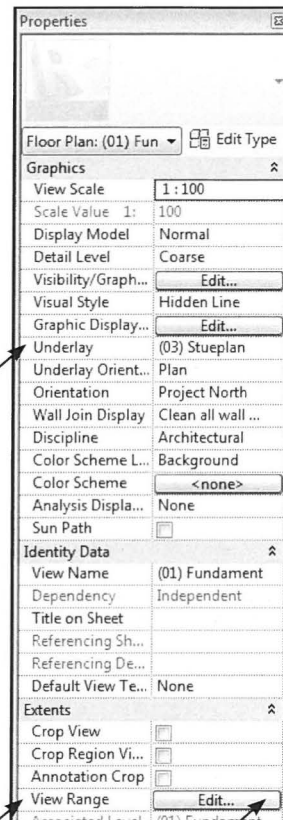

Fig. 05.91. Properties.
- Når der ikke er markeret noget i tegningen, kan man finde *View Range* i *Properties* (Fig. 05.91).
- Klik på *Edit* (Fig. 05.91).
Udseendet på ydervæggene i tegningen ændre sig til at være gråtonet. Hvis ikke du kan se ydervæggene, klik da ud for *Underlay* i *Properties* og sæt (03) Stueplan som underlag til tegningen (Fig. 05.91).